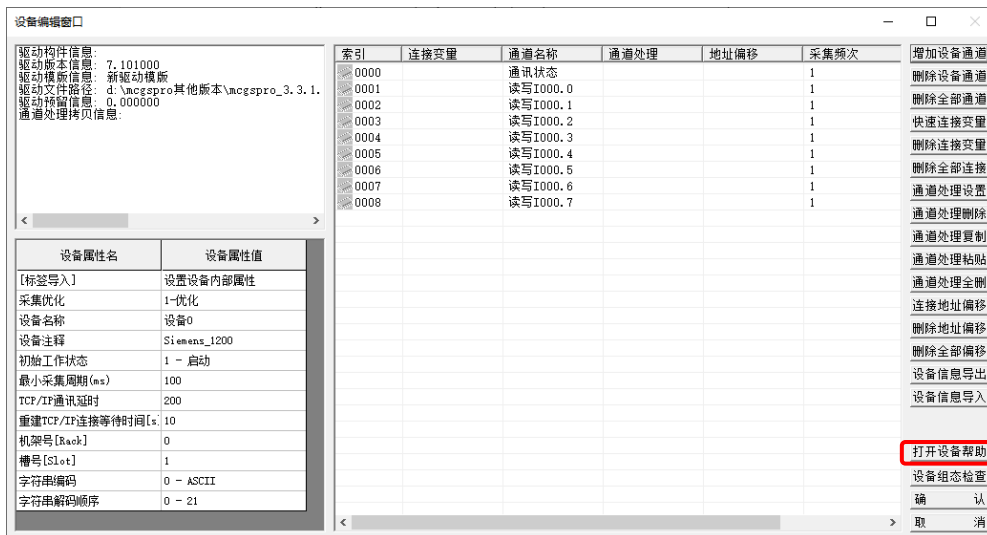

图 2.9-3 打开设备帮助
- ③ 双击添加的“Siemens\_1200”，进入其设备编辑窗口，点击【打开设备帮助】，即可进入“Siemens\_1200”驱动的设备帮助，如图 2.9-3 所示；